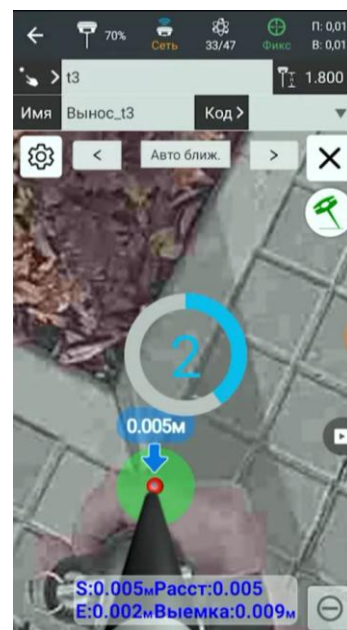

Рисунок 4.10.11
3. Начнут работать встроенные камеры приемника (Рисунок 4.10.11), изображение с которых будет проецироваться на экран контроллера.